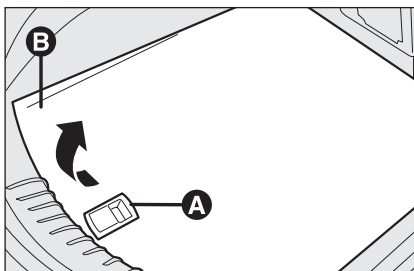

fig. 2
- ☐ à l'aide de la poignée **A-fig. 2**, soulever le revêtement rigide **B**;